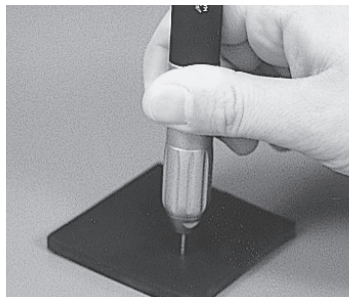

Fig. 7
- 1) Poiché il mandrino del manipolo PRESTO è un mandrino ad incastro, posizionare le frese fg con un diametro di 1,6 mm e premerle come indicato dalla Fig. 7.